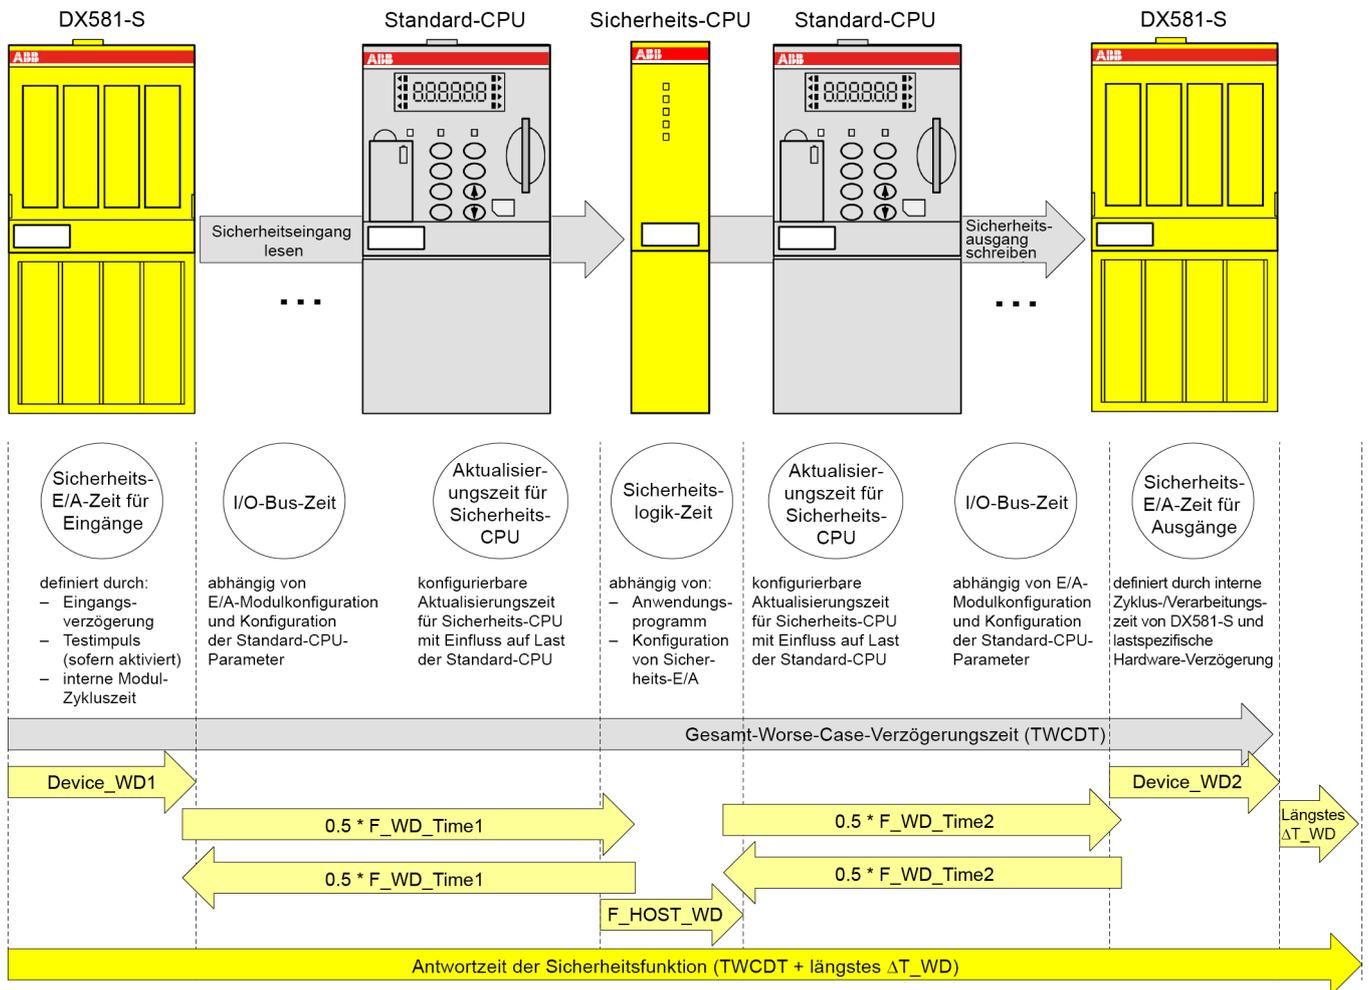
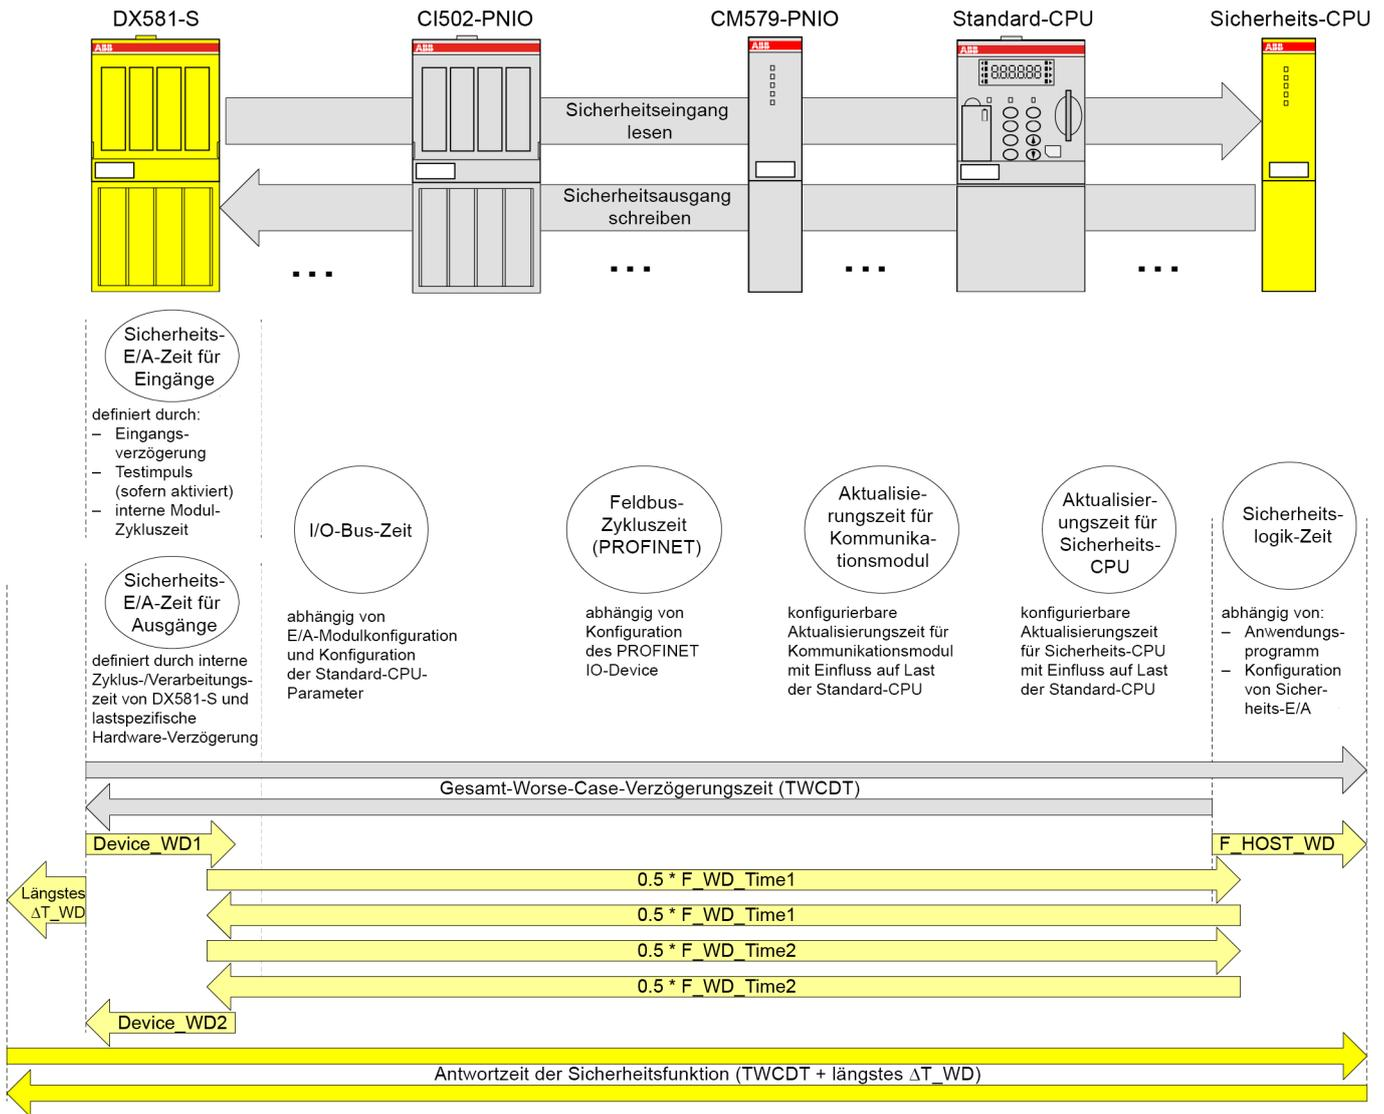
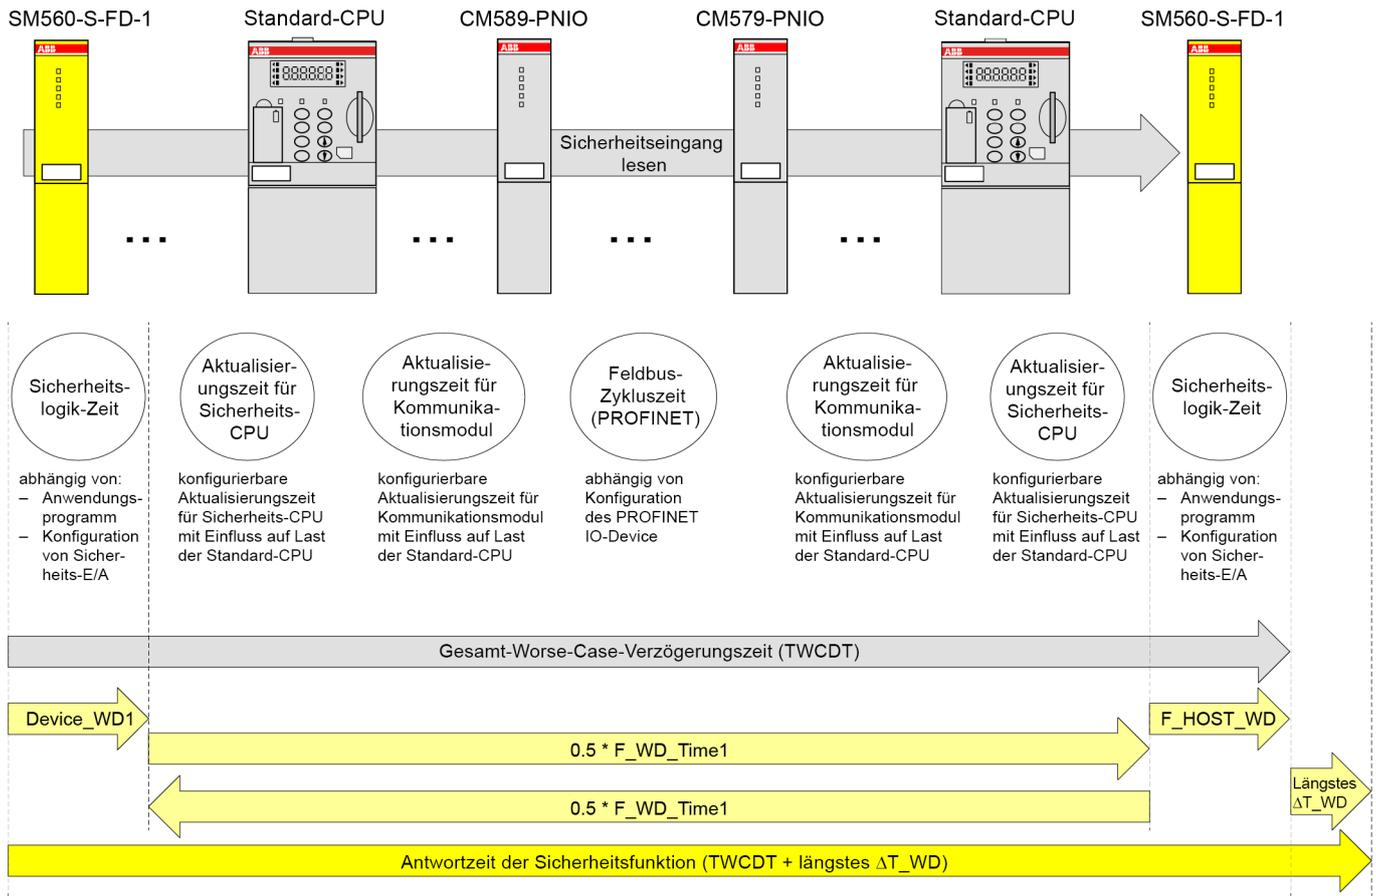

Abb. 123: SFRT in einem AC500-S-System ohne PROFINET-Komponenten
Abb. 124: SFRT in einem AC500-S-System mit PROFINET-Komponenten und Sicherheits-E/A-Modulen
Abb. 125: SFRT in einem AC500-S-System mit PROFINET-Komponenten und sicherer Kommunikation von CPU zu CPU (Beispiel: SM560-S-FD-1 zu SM560-S)
In Abb. 123, Abb. 124 und Abb. 125 wird SFRT im Detail erläutert. Im Modell in Abb. 123 und Abb. 124 werden die Phasen Lesen des Eingangssignals, sicherer Datentransfer, sichere Logikverarbeitung, sicherer Datentransfer und sichere Signalausgabe angeführt. Im Modell in Abb. 125 wird die sichere Kommunikation von CPU zu CPU dargestellt, die die Phasen sichere Logikverarbeitung, sicherer Datentransfer und sichere Logikverarbeitung beinhaltet.
Die folgenden Begriffe werden (in alphabetischer Reihenfolge) in Abb. 123, Abb. 124 und Abb. 125 definiert:
- Device_WD1 und Device_WD2 als Worst-Case-Verzögerungszeiten für Sicherheits-E/As können wie unter Abb. 123 und Abb. 124 dargelegt definiert werden.
- Für die Berechnung der Worst-Case-Verzögerungszeit für „Black Channel“-Komponenten (siehe AC500-Standardmodule in Abb. 123 und Abb. 124) wird empfohlen, stattdessen den halben Wert von F_WD_Time1 und F_WD_Time2 zu verwenden. F_WD_Time1 und F_WD_Time2 können empirisch für die AC500-Systemkonfiguration bestimmt werden, indem man die Werte für tResponseTimeMS für gegebene Sicherheits-E/As in der Sicherheitsanwendung zurückverfolgt. Verwenden Sie die PROFIsafe-Instanz für den gegebenen Sicherheits-E/A ☞ *Kapitel 4.6.3 „Safety-Base_PROFIsafe_LV210_AC500_V22.lib“ auf Seite 212*. F_WD_Time1 und F_WD_Time2 sollten etwa 30 % höher als der Worst-Case-Wert für tResponseTimeMS des gegebenen Sicherheits-E/A gesetzt werden.
Basierend auf Abb. 123, Abb. 124 und Abb. 125 können die folgenden SFRT-Beispielwerte für einige typische AC500-S-Konfigurationen durch die Nutzung von ↪ *Gleichung 2, Seite 368* berechnet werden: